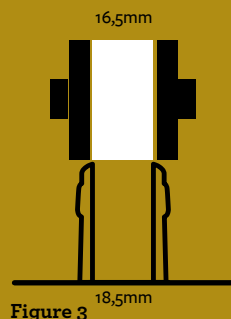

Figure 3
- La compression est correcte lorsque le diamètre du bouchon comprimé est inférieur d'environ 2mm au plus petit diamètre du goulot et si la compression du diamètre du bouchon ne dépasse pas 33% du diamètre initial. Ainsi, un bouchon de 24 mm de diamètre doit être comprimé vers 16,5 mm pour une insertion dans un goulot de 18,5 mm de diamètre (**figure 3**).